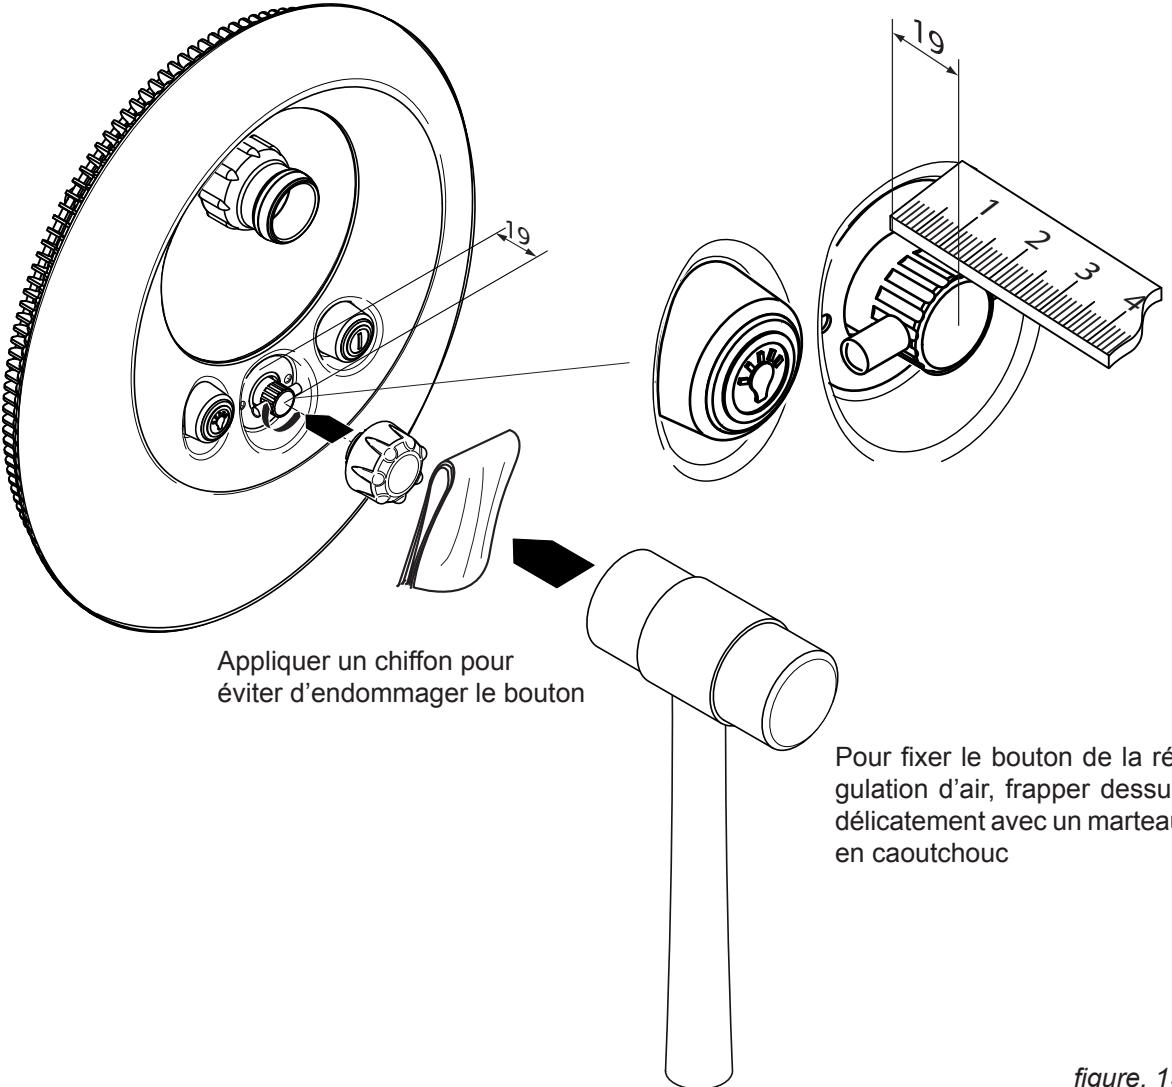

figure. 15
- 12) Fixer le bouton de la régulation d'air (figure 15).
- 13) Raccorder la pompe de surpression (92) à l'aspiration et au refoulement de la pièce à sceller à l'aide des pièces suivantes : demi raccord union (98, 99, 100), coude en caoutchouc (79) et les colliers de serrage correspondants (75).